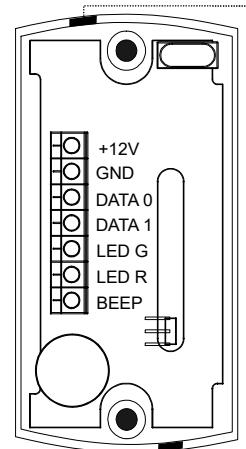

Рис. 3
- 3) В зависимости от того, в какую сторону прокладывается кабель подключения считывателя, удалите тонкую перемычку (рис.3) и проложите кабель.